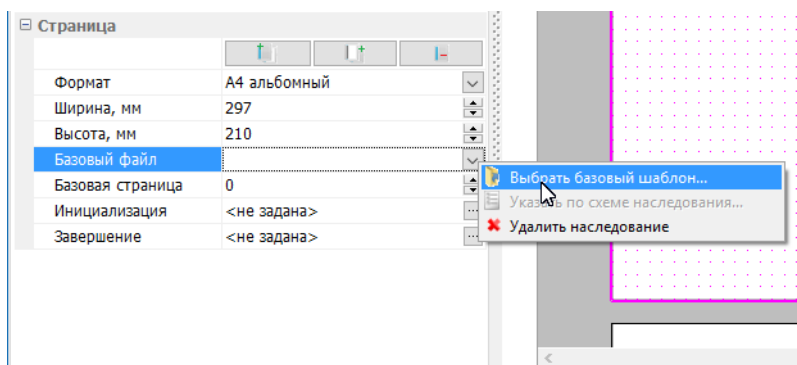

Рис. 10.51. Выбор файла базового шаблона для страницы
- в ячейке **Базовый файл** (Рис. 10.51) выбрать из списка команду **Выбрать базовый шаблон**;